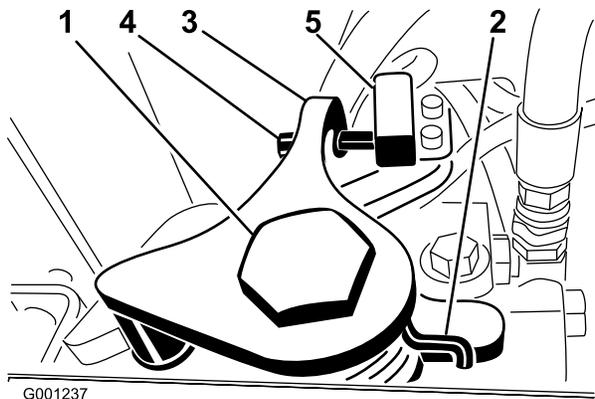

Figura 57
3. Allentate la vite di fissaggio sul lato opposto della camma di regolazione della trazione (Figura 57).
7. Regolate la vite sul braccio di ritorno in folle (Figura 57) finché la distanza tra l'estremità della vite ed il contatto dell'interruttore sia compresa tra 0,23 e 0,38 cm.